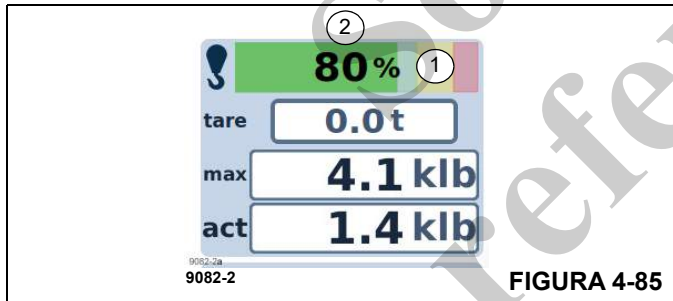

FIGURA 4-85
El grado de utilización muestra el peso de la carga actual como un porcentaje de la carga máxima posible. La pantalla (2), (Figura 4-85), indica el valor porcentual. La pantalla (1), (Figura 4-85), muestra las gamas en diferentes colores: